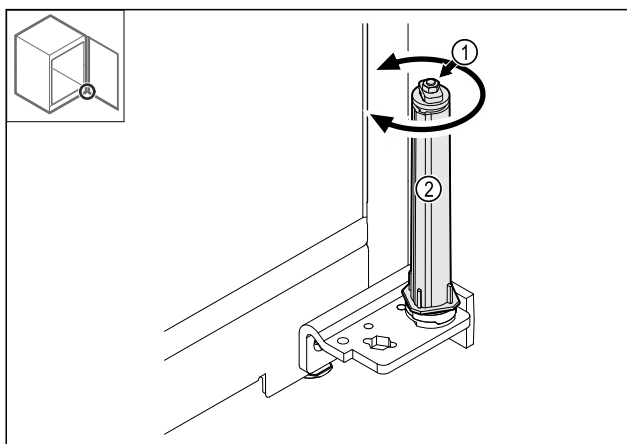

Fig. 41
- Ne rastavljajte vijčani spoj Fig. 41 (1) sustava zatvaranja.
- Okrećite sustav zatvaranja Fig. 41 (2) dok ne klikne.